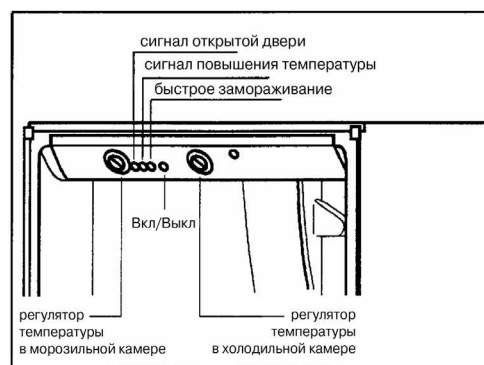

Рис.6
- Нажмите на 3 секунды кнопку Вкл/Выкл, расположенную в холодильной камере. Холодильник начнет работать, и в нем загорится лампочка внутреннего освещения. Кнопка Вкл/Выкл загорится ярко-зеленым цветом, также загорится подсветка регуляторов температуры в холодильной и морозильной камерах (см. рис.6).